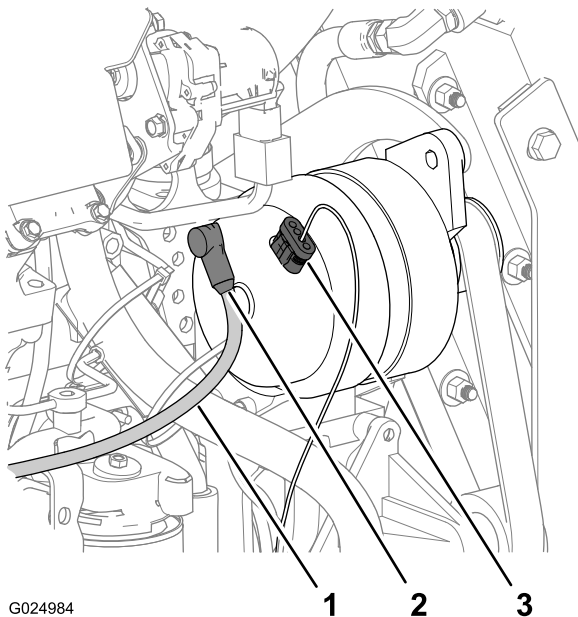

Figura 115
1. Retire la cubierta del terminal y del espárrago situados en la parte trasera del alternador (Figura 115).
3. Retire el conector hembra de 4 vías del cable del sensor de voltaje del conector de 4 pines de la parte superior del alternador (Figura 115).
- Conecte el conector hembra de 4 vías del cable al sensor de voltaje del conector de 4 pines de la parte superior del alternador (Figura 115).
- Conecte el terminal del cable de carga al espárrago de la parte trasera del alternador (Figura 115).
- Alinee la cubierta del cable de carga sobre el terminal y el espárrago (Figura 115).